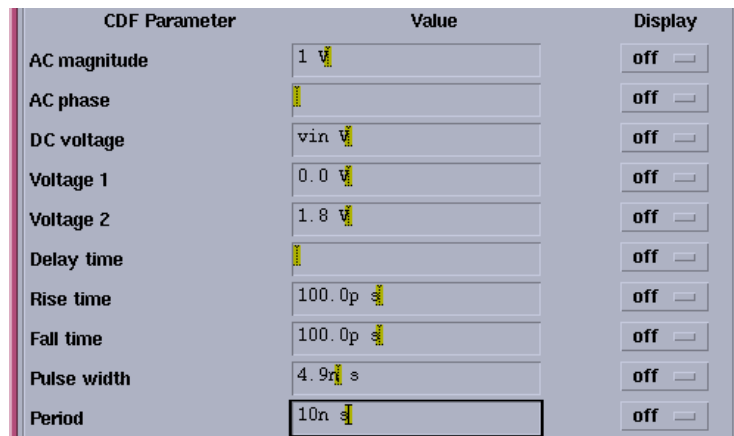

图 5.3 方波信号源的参数设置
② 独立电源 vdc 也是在 analoglib 库中，将其属性中的 DC voltage 设为 1.8。
②另一个激励信号是方波源，对应器件名称为 vpulse，也位于 analoglib 库中。方波源的属性设置如图 5.3 所示。方波上升下降时间为 0.1n，周期为 10n，脉冲宽度为 4.9n，voltage1 设为 0，voltage2 设为 1.8。因为我们还要作 AC 分析，交流电压幅值为 1(这样测得的输出直接就是小信号增益)。为了得到 inverter 的输入输出特性，我们把直流电压设为变量 vin。